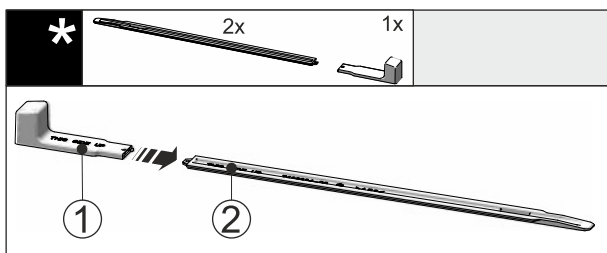

Fig. 44
- ▶ Вставьте монтажную ручку Fig. 44 (1) в выравнивающую рейку Fig. 44 (2).